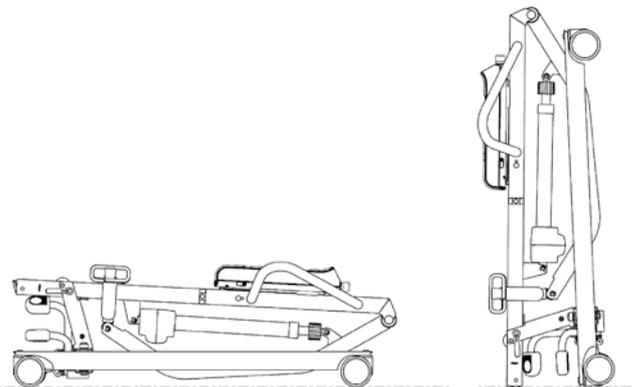

Abb. 24: Seitenansicht auf den von der eingeklappten in die aufrechte Position gekippten Patiententräger.
3. Drehen Sie die Räder, um sie in die Mittellinie der Seitenholme zu bringen, sodass sie in den Ausschnitten der Seitenholme ausgerichtet sind (siehe Abb. 24).